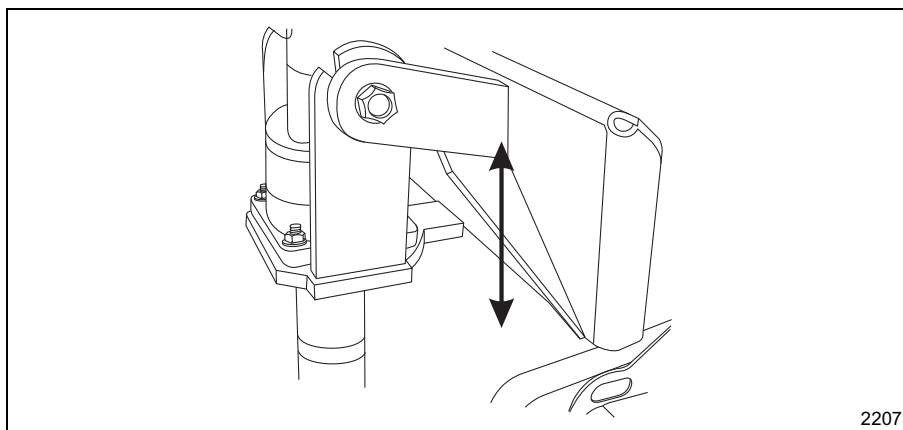

Figura 1-10 Sfredel in Pozitie Verticala
4. Folosind comanda de inclinare, asigura-te ca sfredelul este atarnat liber in pozitie verticala. Vezi **Figura 1-10**.